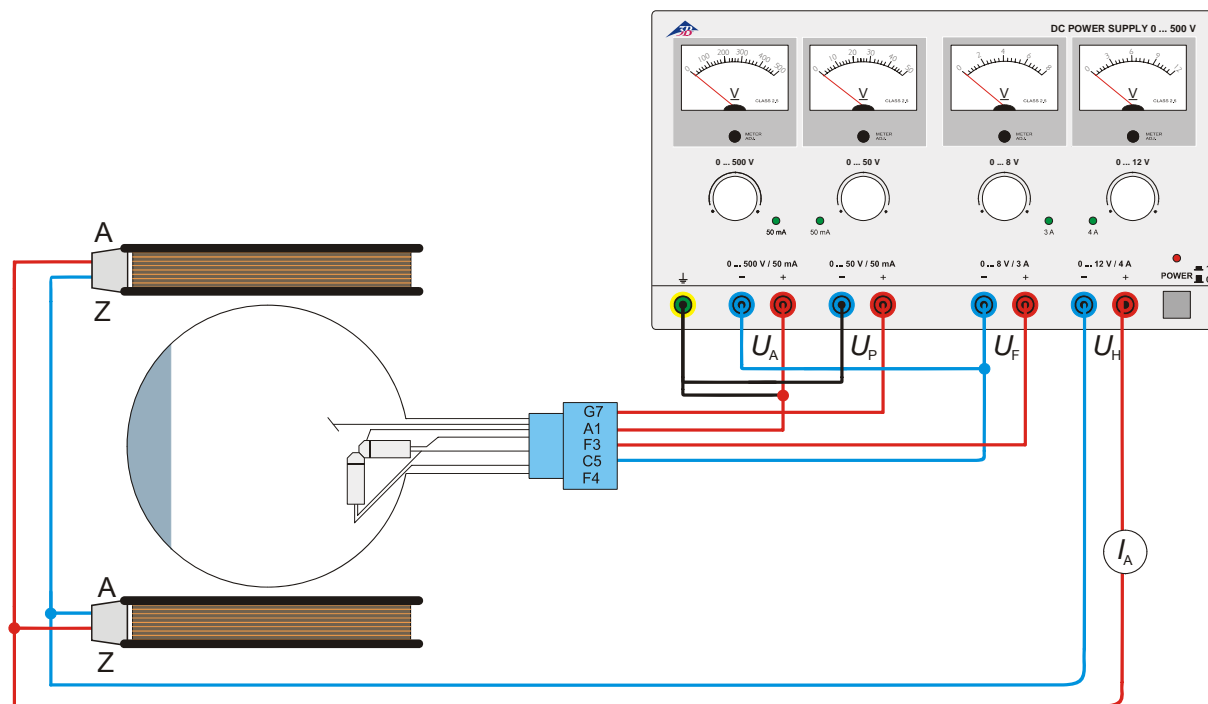

Fig. 3 Determinação de  $e/m$  por meio do canhão de elétrons axial
- Efetuar as conexões conforme a fig. 3.